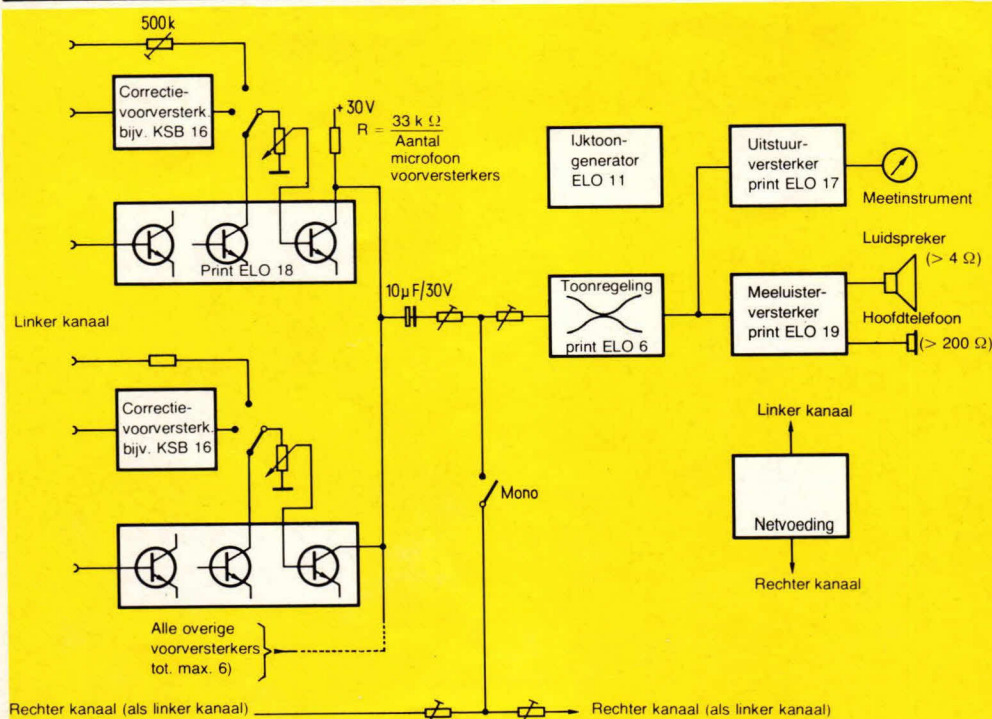

Fig. 1 Principeschema van een mengpaneel
Fig. 1 geeft een idee van de uiteindelijke uitvoering van een mengpaneel. Hierin is een combinatie van bouwstenen respectievelijk montagepanelen toegepast waarvan een deel reeds eerder in ELO werd gepubliceerd en beschreven. Dit zijn dan de:
- En de geïntegreerde laagfrequent vermogensversterker uit ELO 1 en 3 1978 print. Deze bouwsteen is echter alleen nodig als men in het mengpaneel tevens een vermogens-versterker wil inbouwen. Zoals fig. 1 laat zien bestaat het mengpaneel uit meerdere (maximaal zes) microfoon-voorversterkers per kanaal. Daarnaast zijn omschakelmogelijkheden voor hoogohmige ingangen (bandrecorder, radio, kristal-element) of een aansluiting voor een correctie-voorversterker opgenomen. In dit prinsipschema werd